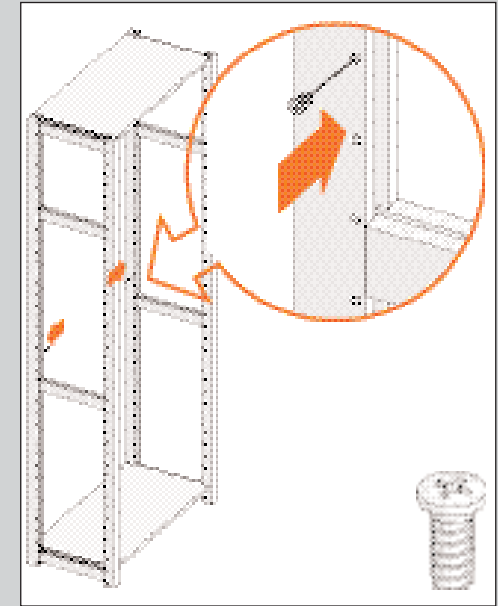

ABBILDUNG 25
3. Drehen Sie die hinteren Schrauben in das dritte Loch unter dem Fachboden (siehe Abb. 25).